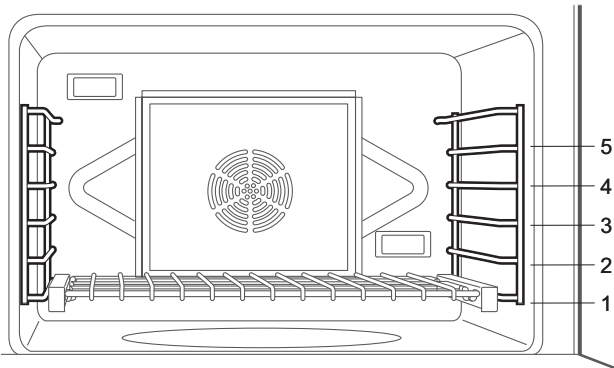

Figura 25: Hornilla principal y posiciones de las rejillas
- Las posiciones de las rejillas en la hornilla están numeradas como un elevador. La posición número uno es la más baja (Figura 25).